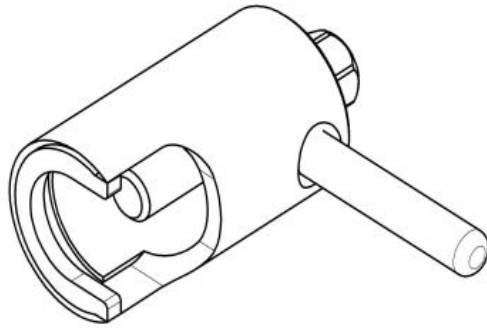

Рис.10 Съемник крыльчатки(11000002907).
- снять крыльчатку при помощи специального съемника (рис.10);